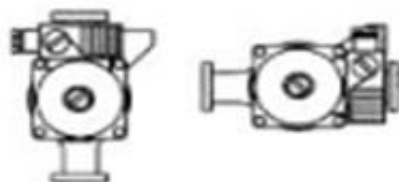

Fig.2
- Вал привода насоса должен располагаться в горизонтальной плоскости таким образом, чтобы он не соприкасался с трубами. Варианты установки показаны на рис. 2.